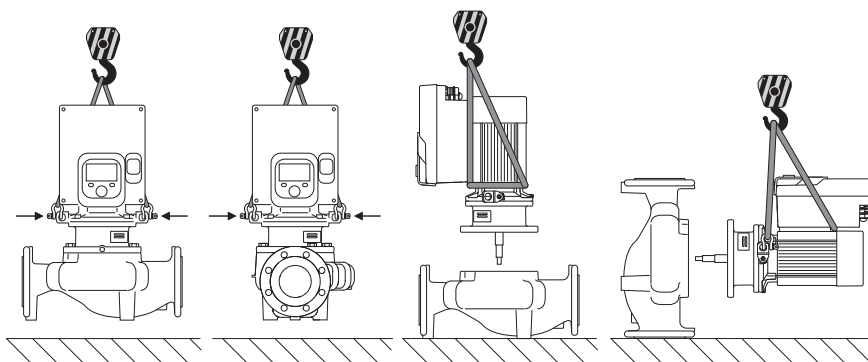

Fig. 6: Vakiopumpun nostosuunta
Pumpun kuljetus on suoritettava käyttäen hyväksytyjä kuorman kiinnitysvälineitä (esim. nostotalja, nosturi jne.). Kuorman kiinnitysvälineet on kiinnitettävä moottorilaipassa oleviin kuljetussilmukoihin. Työnnä nostolenkit tarvittaessa adapterilevyn alle (Fig. 6/7). Pumppu on suojattava kaatumiselta.
1. Jätä kaksi kuljetussilmukkaa (Fig. I, pos. 30) moottorilaippaan.
2. Kiinnitä moottori-juoksupyöräyksikkö (Fig. 4) varmistusta varten sopivilla nostovälineillä kuljetussilmukoihin. Jotta yksikkö ei kaadu, aseta hihnasilmukka kuvan Fig. 6 mukaisesti moottorin ja elektroniikkamoduulin sovittimen ympärille. Kiinnityksen yhteydessä on varottava vahingoittamasta elektroniikkamoduulia.
3. Avaa ruuvit (Fig. I/II, pos. 29) ja poista ne.